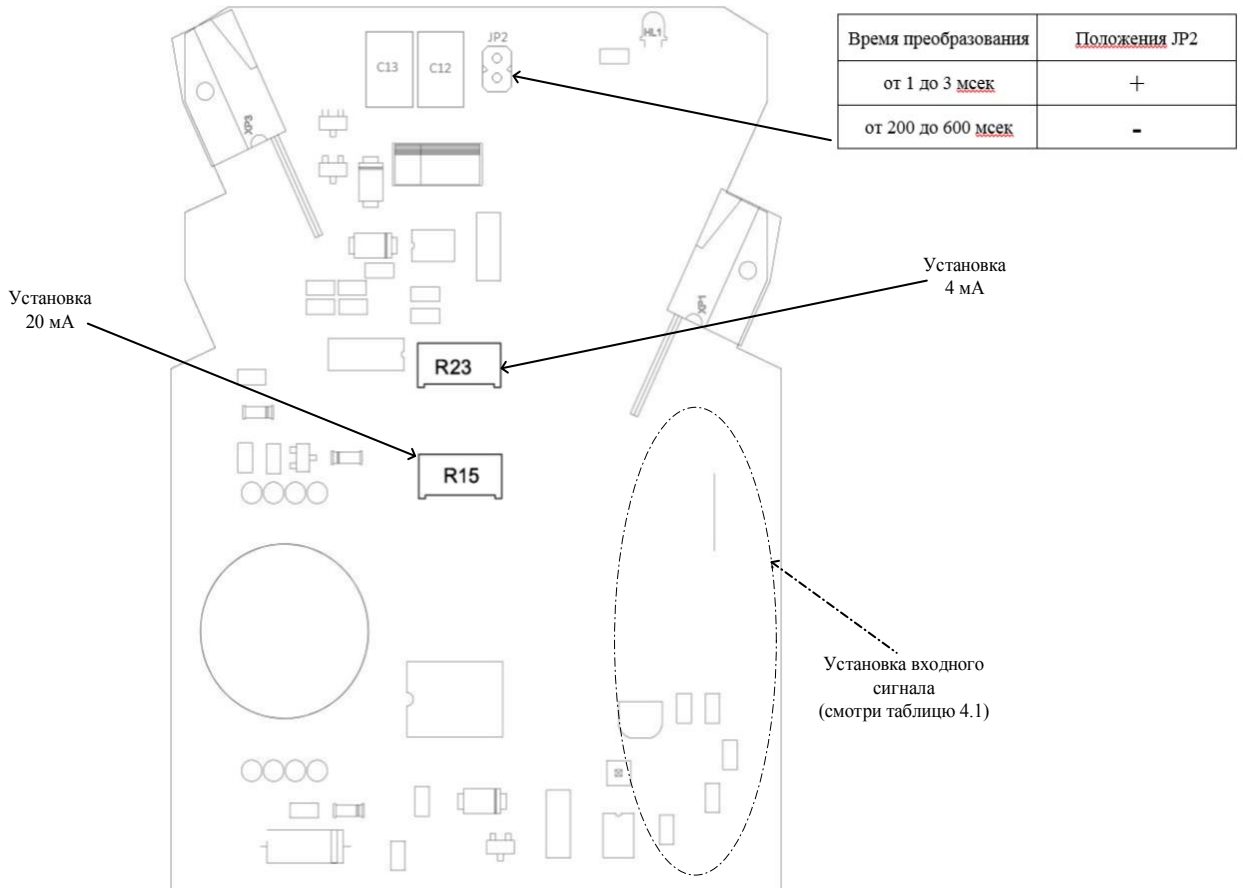

Рисунок 4.2 - Схема расположения органов регулирования и элементов настройки ПНС-410
- 4.2.4 Для настройки ПНС-410 на другой входной сигнал используйте рисунок 4.2 и таблицы 4.1 и 4.2.